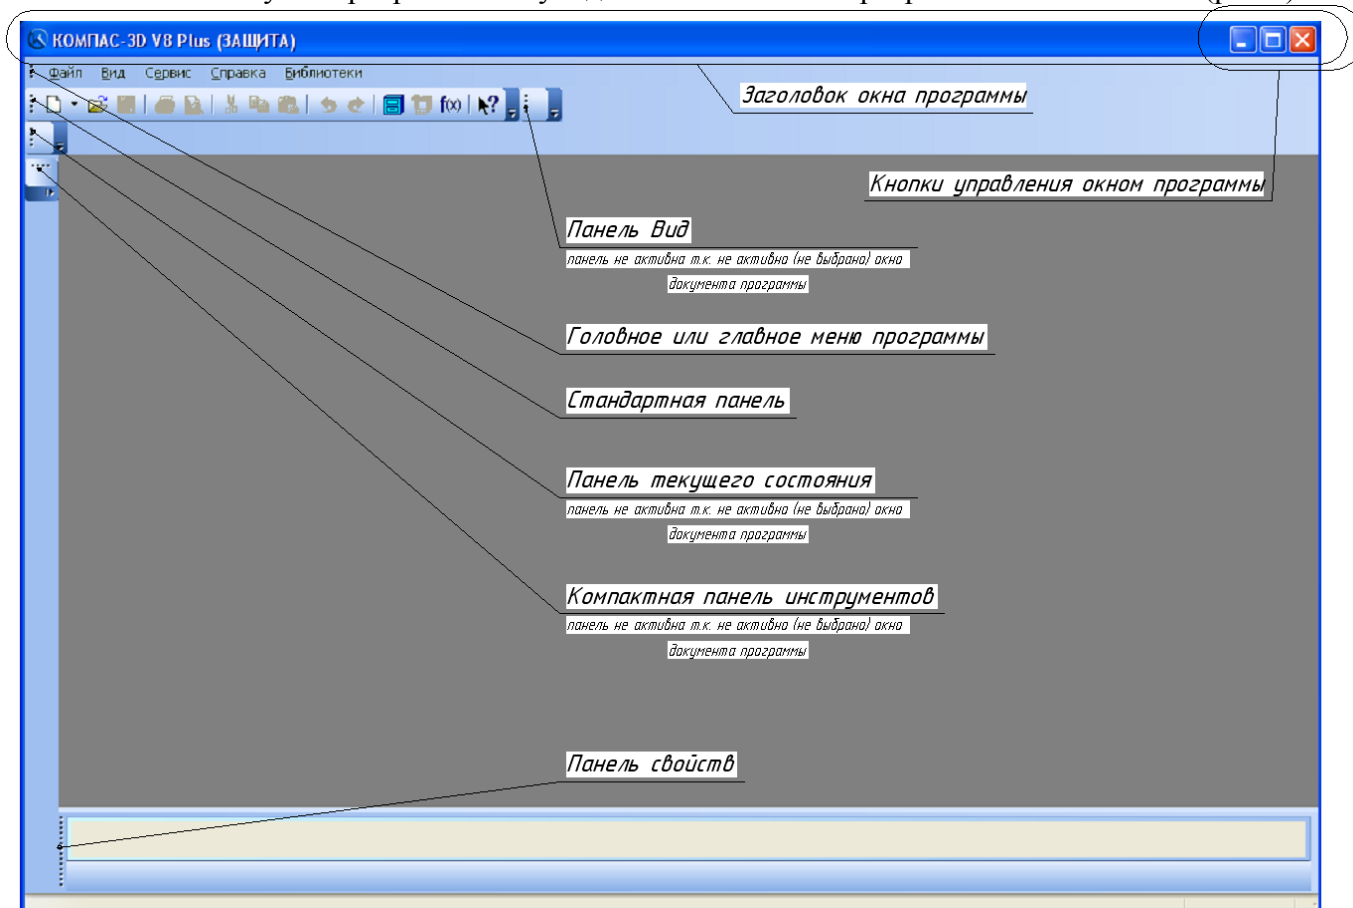
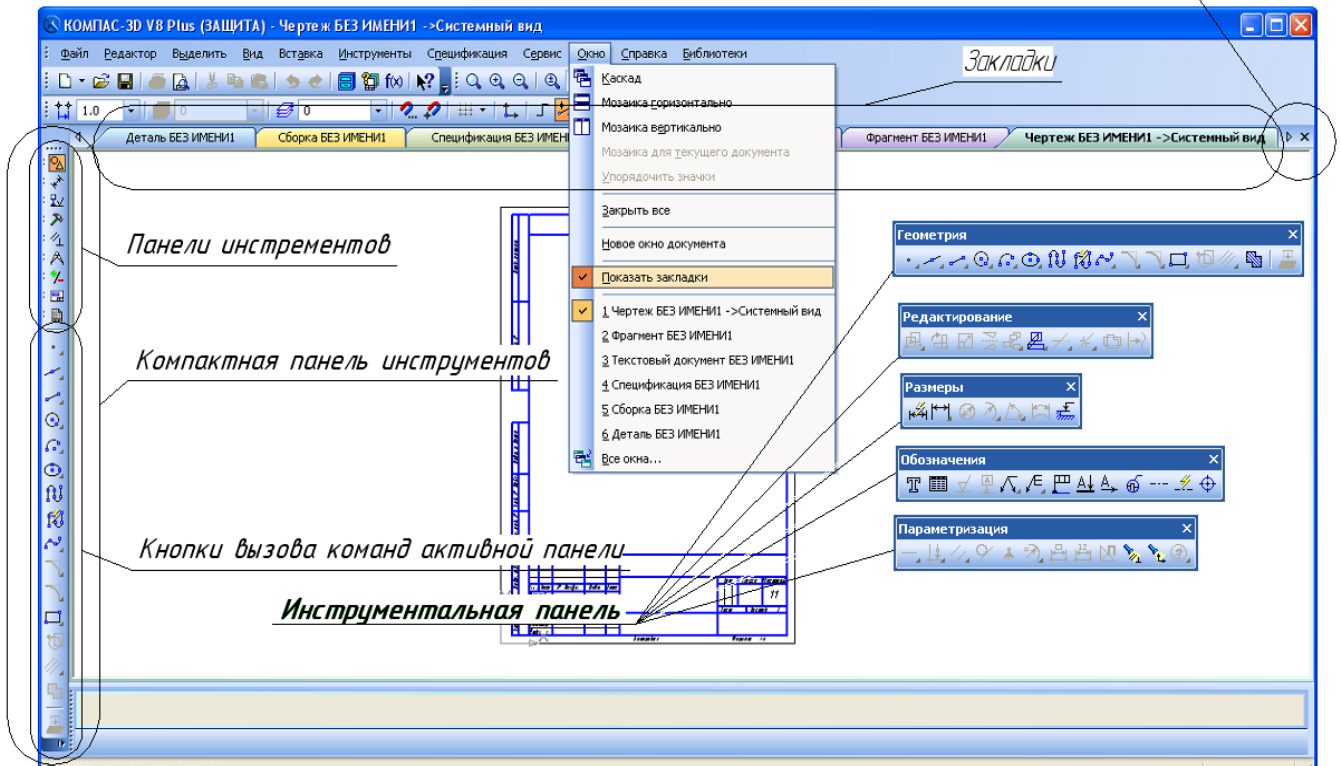

РИС.2
РИС.3
После запуска программы вы увидите главное окно программы КОМПАС-3D (рис.2)
Настройка параметров системы КОМПАС-3D означает выбор параметров оформления чертежа в соответствии с Единой системой конструкторской документации - ЕСКД, которые наилучшим образом соответствуют выбранному Вами формату чертежа. Выберите в главном меню (рис.2) команду **Сервис/Профили...**, появится окно (рис.2а) «Профили пользователя». В данном окне выберете профиль **"default"**, что означает профиль по умолчанию в системе ЕСКД, после этого "Применить", а затем "Выход" (окно с приложением закроется).
РИС.2а
1.3. Типы документов, создаваемых в системе КОМПАС-3D (рис.2б)
РИС.2б
Ввиду того, что КОМПАС-3D – это многооконная программа. После выбора окна документа программы необходимо их настроить для быстрого доступа. Найти в головном меню (рис.2) заголовок – "Окно" поставить галочку относительно строки – "Показать закладки". (Рис.3).
Головное меню	Служит для вызова команд системы. Содержит названия страниц меню (рис. 2).
Инструментальная панель	Содержат кнопки вызова команд системы (рис. 2,3).
Компактная панель	Содержит несколько инструментальных панелей и кнопки переключения между ними (рис. 2,3).
Панель свойств	Служит для настройки объекта при его создании или редактировании (рис. 2).
Стандартная панель	Панель, на которой расположены кнопки вызова команд стандартных операций с файлами и объектами (рис. 2).